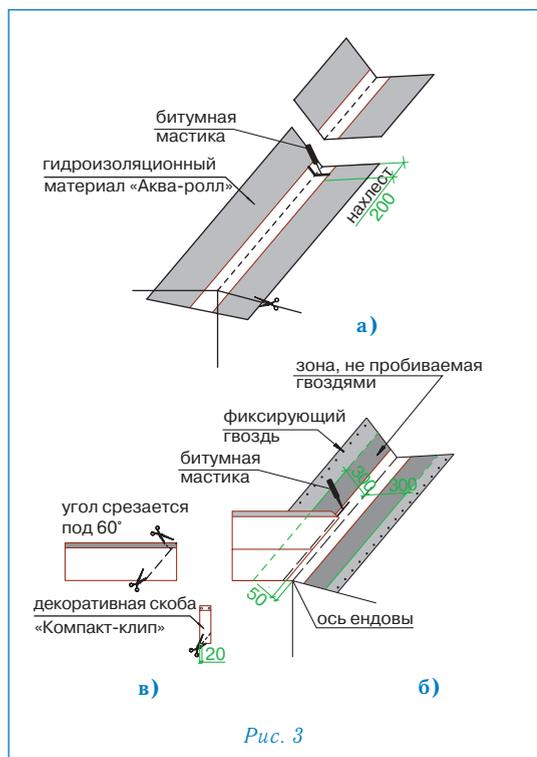

Рис. 3
Ендова (рис. 3)
- ровно по центру ендовы расстилается специальный рулонный материал «Аква-ролл», фиксируется в верхней части двумя гвоздями и обрезается в нижней части по линии карниза (рис. 3а);
2. «Аква-ролл» укладывается с нахлестом 20 см, место нахлеста тщательно обрабатывается битумной мастикой (рис. 3а).
- непосредственно перед укладкой в ендову черепицы, защитная пленка с лицевой стороны «Аква-ролла» снимается и на самоклеящуюся поверхность укладываются листы черепицы, обрезанные в соответствии с заранее отбитыми линиями (рис. 3б).
Внимание: 1. Необходимо также подрезать верхний уголок обрезанного края листа (см. рис. 3в) для правильного стока воды.
2. Крепление обрезанного листа к медной части «Аква-ролла» осуществляется при помощи сплошной полосы битумной мастики (рис. 3б).
4. В случае, если скоба «Компакт-клип» приходится на место среза листа, можно либо обрезать накладку, оставив минимум 2 см в нижней части (рис. 3в), либо произвести укладку листов без использования накладки.